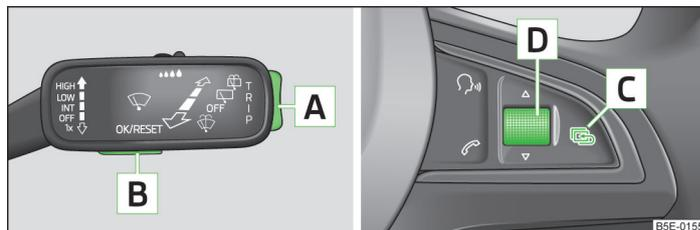

Abb. 4 Tasten (Einstellrad) am Bedienungshebel / am Multifunktionslenkrad
- › Mit der Taste **[A]** » Abb. 4 bzw. mit dem Einstellrad **[D]** den Menüpunkt **Warnung bei Geschwindigkeitsüberschreitung** wählen.